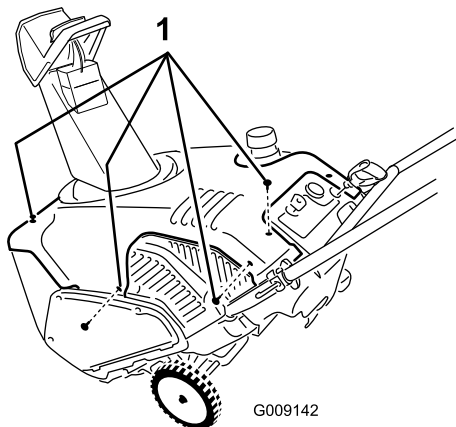

Bild 28
3. Nehmen Sie die Befestigungen ab (bewahren Sie sie auf), mit denen die Haube befestigt ist, siehe (Bild 28).